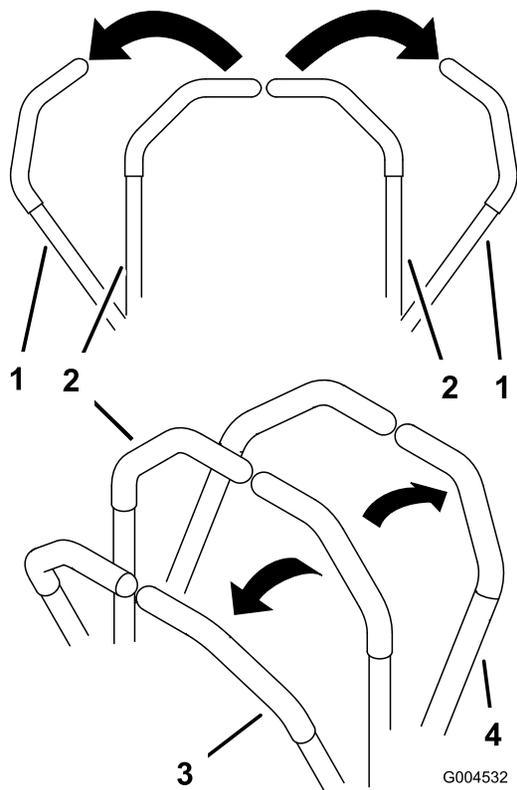

Figure 19
3. Pour vous déplacer en marche avant, poussez doucement les leviers de commande de déplacement vers l'avant (Figure 19).
Pour vous déplacer en ligne droite, appliquez une pression égale sur les deux leviers de déplacement (Figure 19).
Pour tourner, rapprochez du point mort le levier de commande correspondant à la direction que vous voulez prendre (Figure 19).
2. Pour vous déplacer en marche arrière, tirez doucement les leviers en arrière (Figure 19).
Pour tourner, relâchez le levier de commande correspondant à la direction que vous voulez prendre (Figure 19).